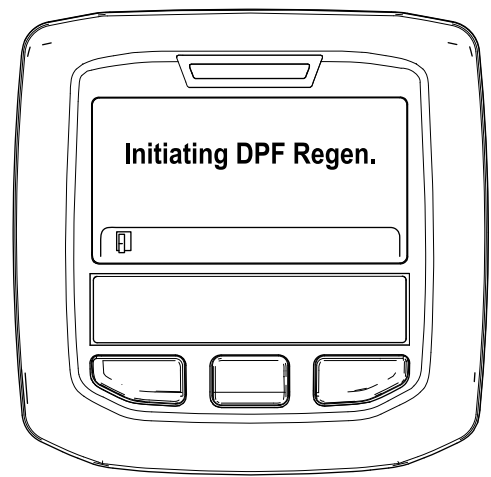

Figure 46
- A. Le message « Initiating DPF Regen. » (lancement régén. FAP) s'affiche (Figure 46).